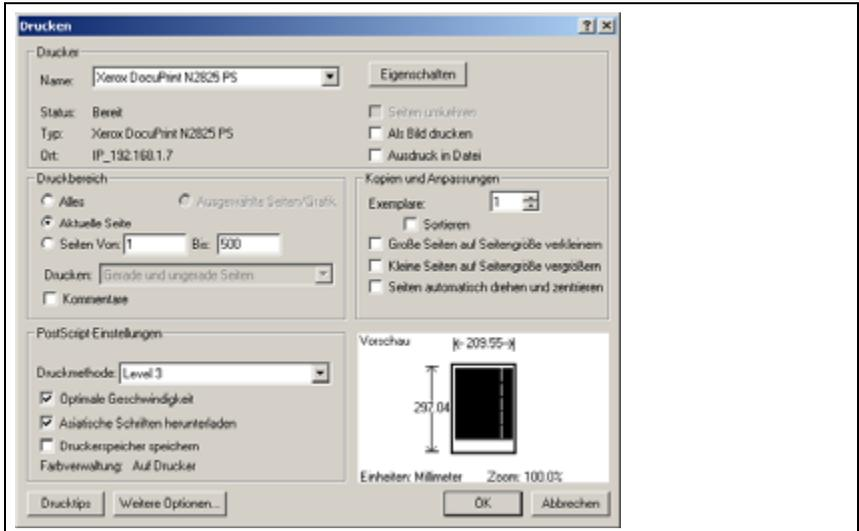

Bild 6.10: Druckereinstellung für BCB-Reparaturkit
**Vorschlag** zur Druckereinstellung siehe Bild 6.10.